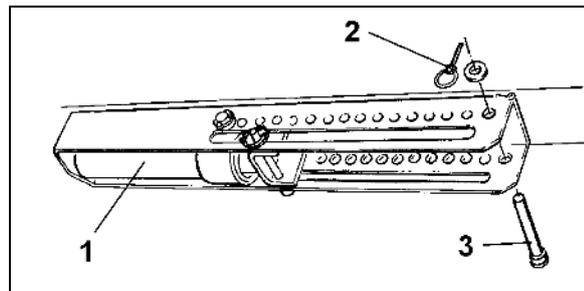

Fig. 82
- Mettez le vérin hydraulique (Fig. 82 / 1) en échappement.
- Brochez l'axe (Fig. 82 / 3) dans un des trous de la grille de réglage et goupillez en sécurité avec une goupille agricole (Fig. 82 / 2).